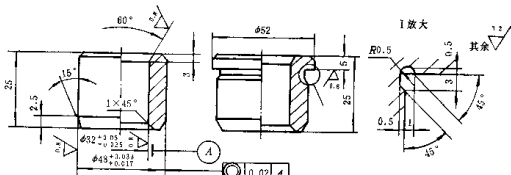

图 1-1-4
9. 试对图 1-1-4 所示钻套制钉机械加工路线，并查表确定内、外表面的工序尺寸和工序公差。材料为 20 钢，热轧圆钢，零件要求渗碳 0.8mm 后淬火 HRC 62。